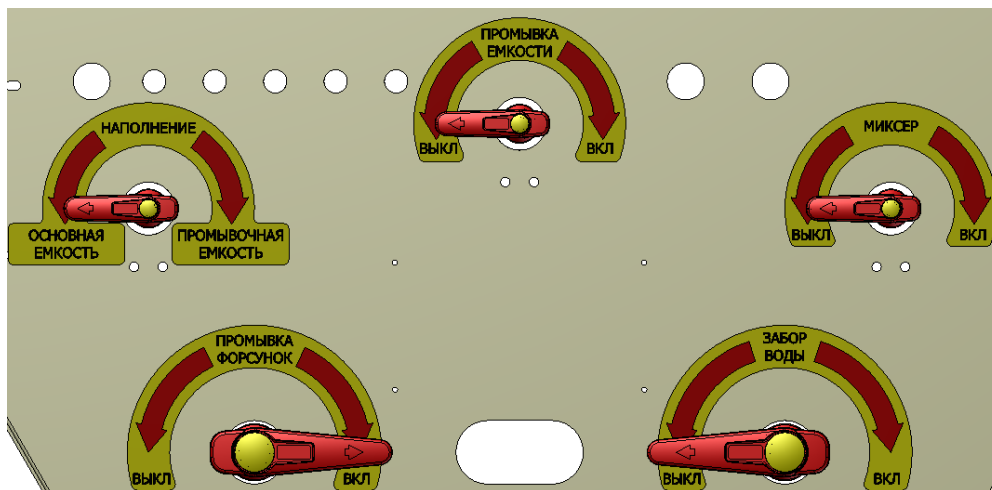

Рисунок 3.8
В положении **ВКЛ** крана промывки 4 в насос поступает вода из промывочной емкости (рисунок 3.8). Происходит промывка системы или основной емкости, а также миксера.
**ВНИМАНИЕ!** Кранами 8 и 11 миксера пользуйтесь при включенном кране 4 (рисунок 3.8), в противном случае на промывку будет поступать рабочая жидкость из основной емкости.